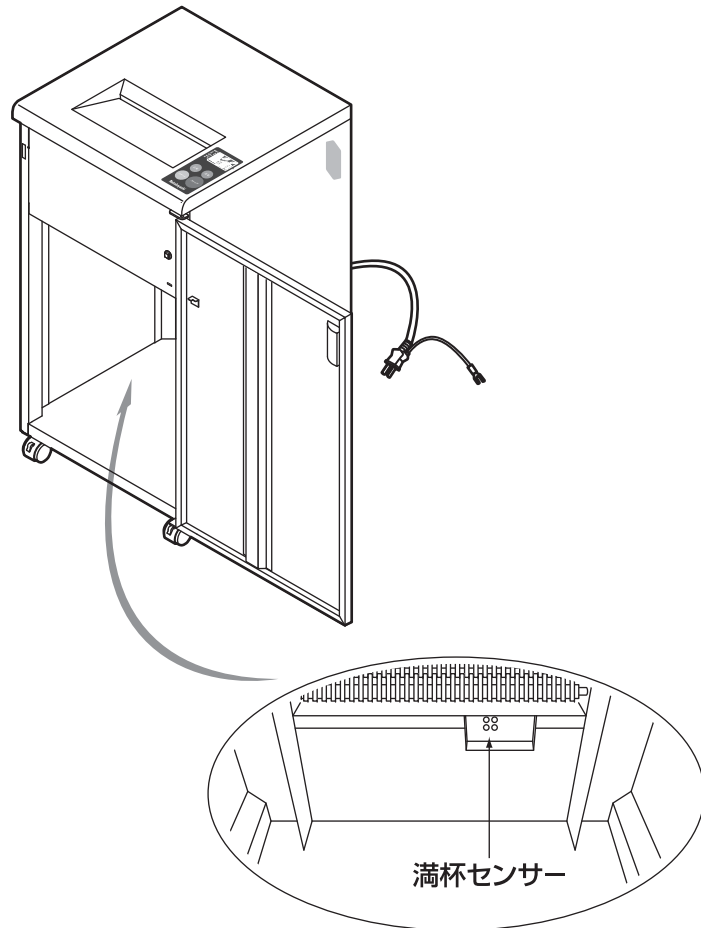

図7 満杯センサーの掃除
- 1.電源スイッチ①の下側を押して電源を切り、電源コード⑥の電源プラグを抜いてください。
- 2.満杯センサーに付着した紙粉や細かい細断屑を柔らかいハケ等で取り除いてください。 図7 参照